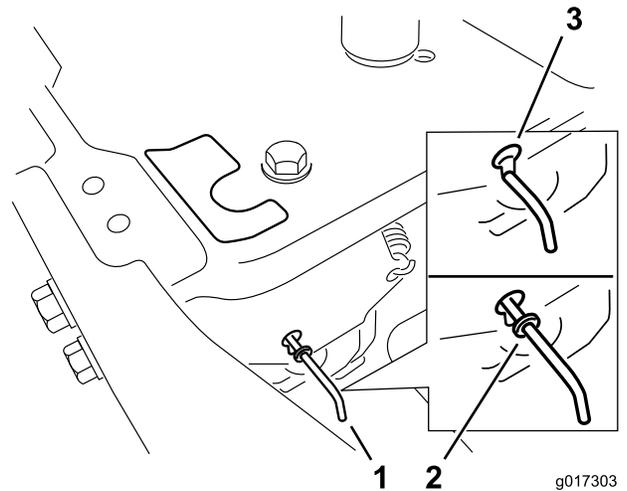

Figura 23
4. Mova as alavancas de derivação para a frente através do orifício da chave e para baixo para as bloquear no lugar, como se mostra em Figura 23. Certifique-se de que isto é feito para cada alavanca.
como se mostra em Figura 23 . Certifique-se de que isto é feito para cada alavanca.